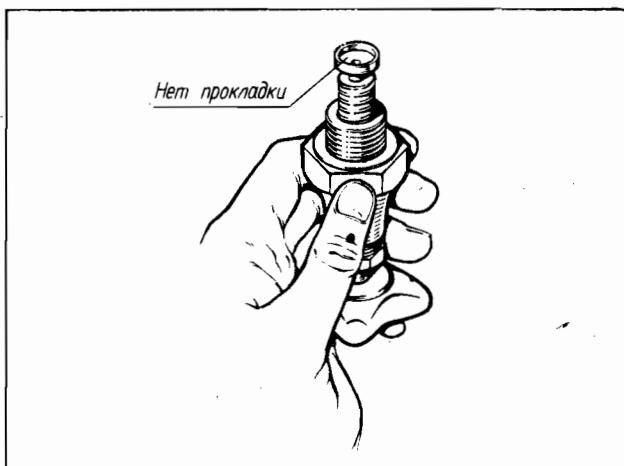
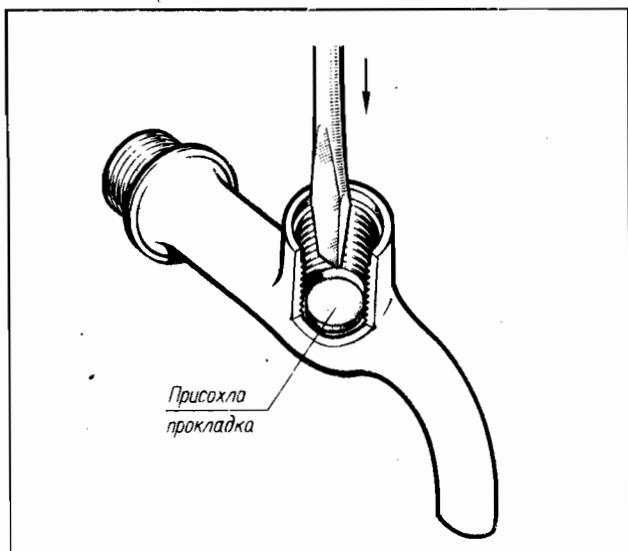

Рис. 6. Прокладка в седле корпуса крана или смесителя отсутствует
Рис. 7. Извлечение присохшей прокладки
**Способ устранения** Несколько раз слегка ударьте чем-то деревянным по корпусу крана или боковине смесителя, через которую должна поступать вода. Если вода все еще не поступает, перекрыв вентиль, выкрутите вентильную головку. Загляните во внутрь клапана. Нет прокладки (рис. 6)? Осмотрите седло в корпусе крана или боковине смесителя. Иногда для этого потребуется дополнительное освещение. Если прокладка прилипла к седлу, сковырните ее отверткой (рис. 7) и очистите. Если про-